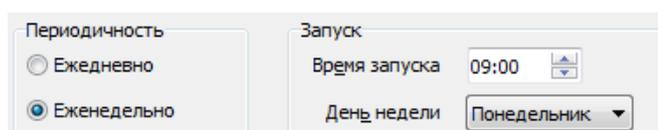

Рисунок 27.8 Вкладка Автоматическое резервное копирование баз данных, Периодичность - Ежеженедельно
- Ежеженедельно, в этом случае необходимо указать День недели и Время запуска копирования (Рисунок 27.8):